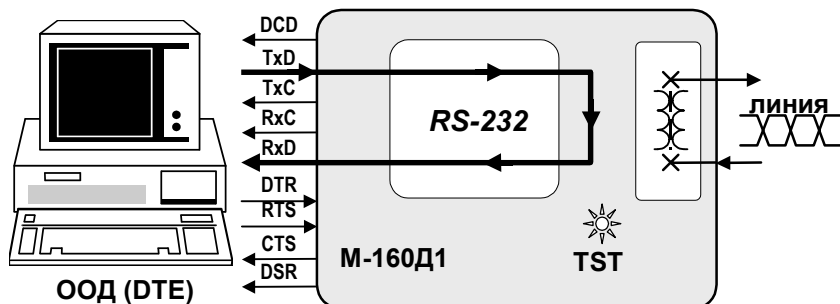

Рис. 7 *Местный шлейф (LL)*
Суть проверки *Местный шлейф (LL)* показана на Рис. 7. Данные, поступающие в модем из ООД (DTE) через RS-232, проходят через все основные узлы модема и возвращаются в ООД (DTE) через RS-232. Данные от физической линии игнорируются.